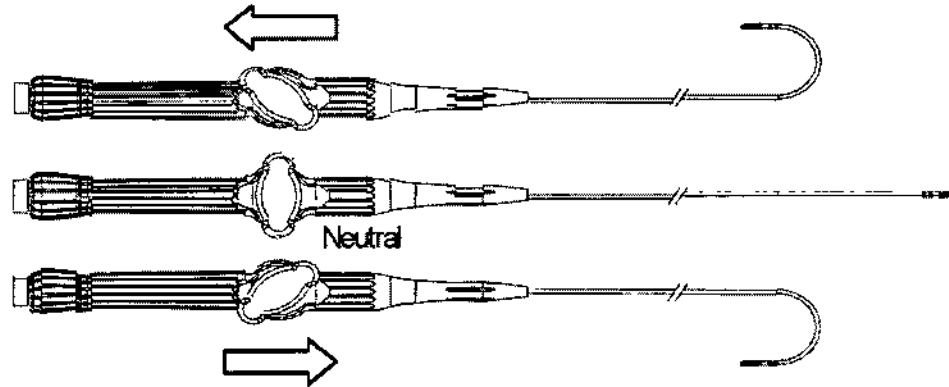

Figura 1
5. Utilice la palanca basculante para orientar la punta del catéter (Figura 1). Cuando retire la palanca de su posición neutral, la punta se orientará según la dirección del giro. El grado de orientación es relativo al giro de la palanca. Si empuja la palanca hacia delante, la punta se orientará en dirección opuesta. Para enderezar la punta, ponga la palanca basculante de nuevo en posición neutral.